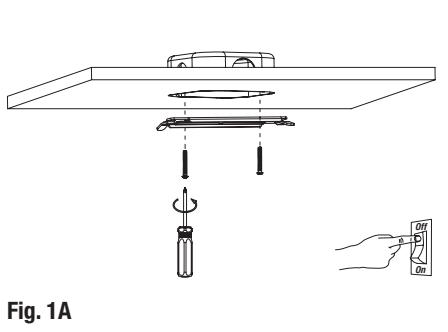

Fig. 1A
- Install the mounting bracket on the junction box and ceiling by using provided screws as shown in Fig. 1A.
- Installer le support de montage sur la boîte de jonction et plafond en utilisant les deux vis fournies et les ancrages comme indiqué sur la Fig. 1A.